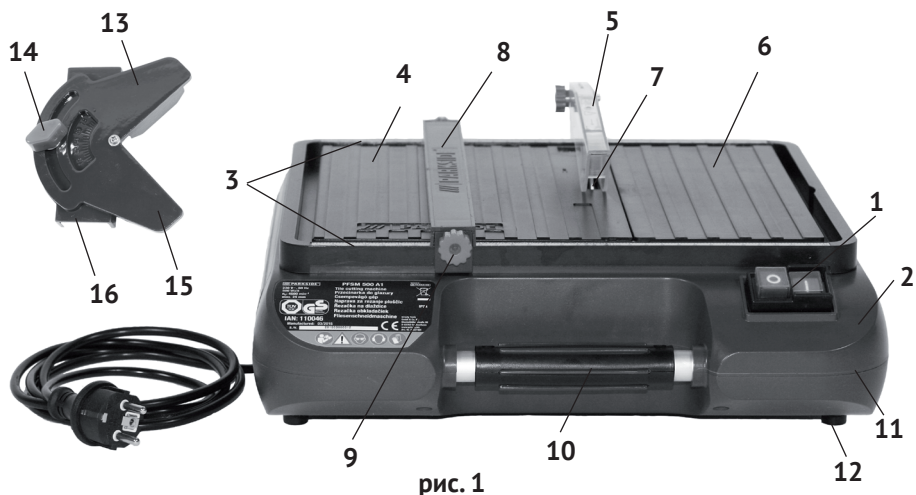

рис. 1
1.6 Общий вид и элементы плиткореза представлены на рис.1
1.7 Асинхронный двигатель крепится на перегородке корпуса (рис.1 поз.2) под неподвижным рабочим столом (рис.1 поз.4). На вал якоря двигателя, между опорным и прижимным фланцами, крепится отрезной алмазный круг.
Охлаждение круга во время работы осуществляется погружением его нижней части в лоток (рис.1 поз.11) с водой. На верхнем защитном кожухе (рис.1 поз.5) нанесена стрелка, указывающая направление вращения круга.
Заготовка размещается на рабочем столе (рис.1 поз.4) в нужном положении с помощью параллельного (рис.1 поз.8) или закреплённого на нём углового упора (рис.1 поз.15). Разрезаемая плитка подаётся оператором по рабочему столу к отрезному кругу вручную.
1.9 Выключатель – магнитный пускатель (рис.1 поз.1) расположен на корпусе плиткореза. Он имеет две кнопки: зелёная с символом «I» - включение двигателя и красная с символом «0» - выключение двигателя (МЭК 60417).
Точность установки контролируется по шкалам (рис.1 поз.3) на бортиках корпуса.
- снять съёмную часть рабочего стола (рис.1 поз.6);
- поднять вверх съёмную часть рабочего стола (рис.1 поз.6);